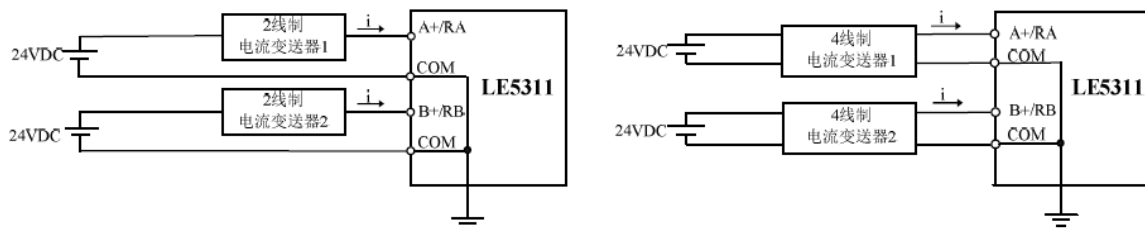

图 124 二线制和四线制接线
- 图 124 为 2 线制和 4 线制电流变送器的连接方式，变送器由外部电源供电，也可以根据电源容量要求，选择使用 CPU 模块 24VDC 的输出电源。